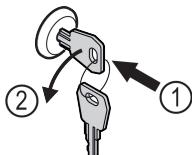

Fig. 163
- 按入钥匙。Fig. 163 (1)
- 将钥匙逆时针转动 90°。Fig. 163 (2)